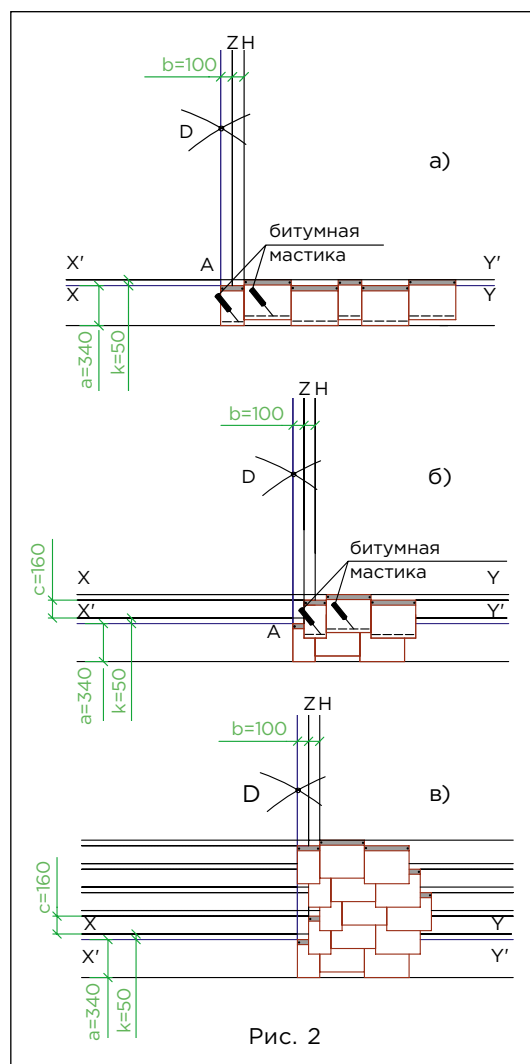

Рис. 2
Укладка материала (рис. 2)
- укладка черепицы начинается от линии AD, при этом верхний край листов выравнивается по линиям XY и X'Y' (рис. 2а);
- листы укладываются встык и фиксируются двумя гвоздями на расстоянии 25 мм от верхнего края (рис. 2а), по нижнему краю черепица фиксируется битумной мастикой;
- листы второго ряда черепицы укладываются от линии Z, их верхний край выравнивается по линиям, параллельным XY; каждый лист фиксируется двумя гвоздями (рис. 2б);
- третий ряд укладывается от линии H, четвертый — от линии Z, пятый — от линии AD, (рис. 2в);
Каждый лист крепится двумя гвоздями в штатных местах, в соответствии с рекомендациями, приведенными выше (рис. 2б).